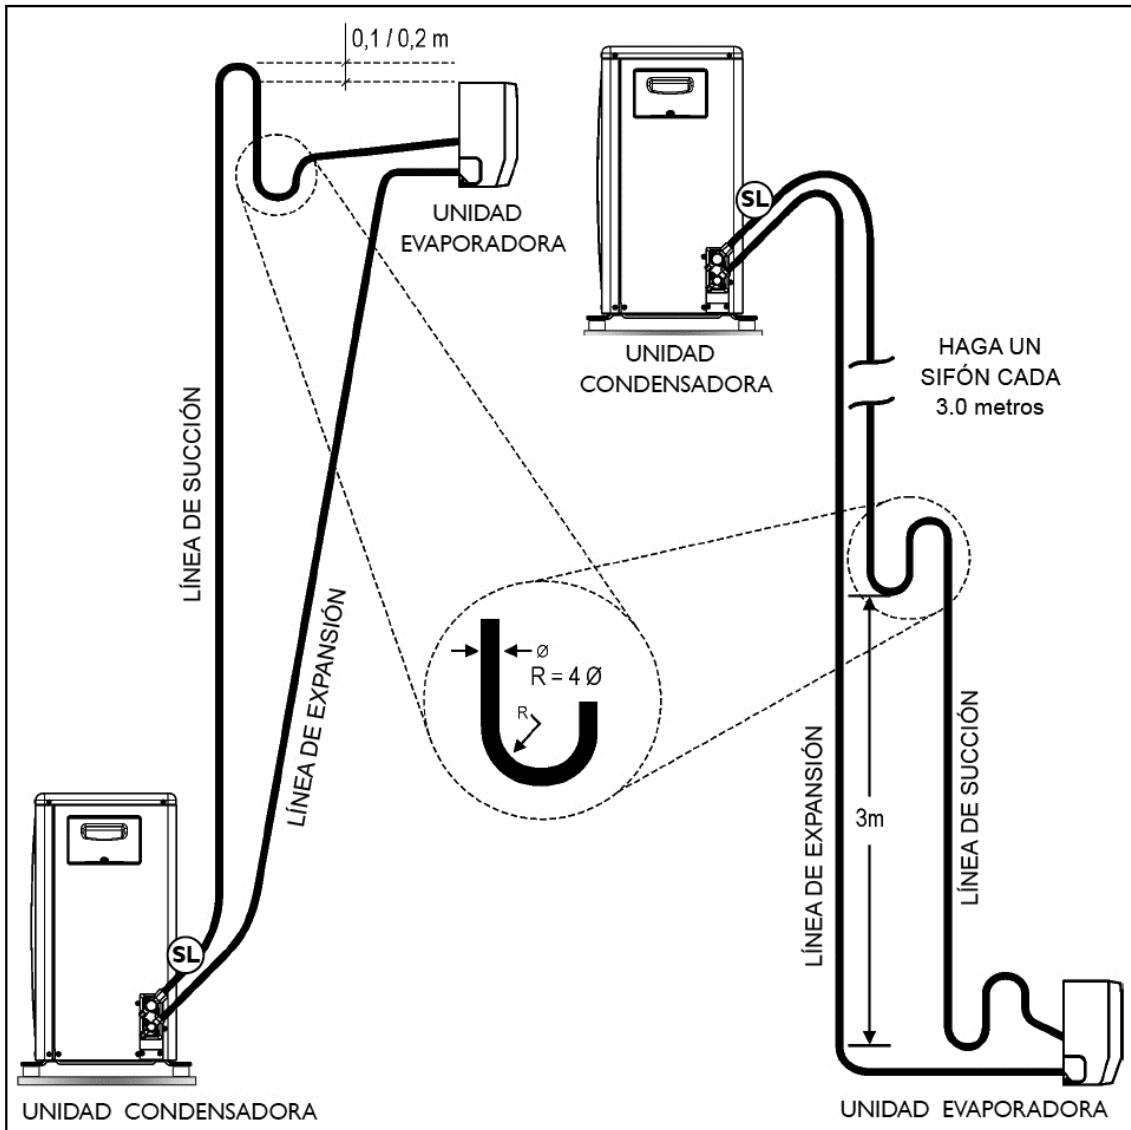

Imagen 16 – Sifones en la línea de succión
2. Eleve la línea de expansión encima de la unidad condensadora antes de trabajar con la unidad evaporadora (0.1 m para los modelos 38XP\_12 m para 38XP\_18) cuando la unidad evaporadora esté debajo de la línea condensadora (Imagen 16).
3. Eleve la línea de succión encima de la unidad condensadora antes de trabajar con la unidad evaporadora (0.1 m para los modelos 38XP\_12 m para 38XP\_18) cuando la unidad evaporadora esté debajo de la línea condensadora (Imagen 16).
5. Coloque sifones en las subidas de la línea de succión **cada 2.5 metros** para los modelo 38XP\_12 y **cada 3.0 metros** para los modelos 38XP\_18, incluyendo la base (salida de la evaporadora). En caso de que el desnivel sea menor a 3 m., haga una base (Imagen 16).
6. Incline las líneas horizontales de succión en el sentido del flujo (Imagen 16).
9. Se debe instalar un separador de líquido (aislado térmicamente y de la luz del sol, fuera de la unidad externa), en la succión, junto a la entrada de la unidad condensadora, con capacidad volumétrica de retención de líquido refrigerante, como se indica en la tabla a continuación. Vea la posición de la indicación **SL en la Imagen 16**.
- En caso de un desnivel entre 4 y 5 m entre las unidades, y si la evaporadora se encuentra en un nivel más bajo, en la tubería de succión, se debe instalar un sifón de 3 m para el desnivel (Vea Imagen 16).
- En instalaciones en donde la unidad condensadora y evaporadora estén en el mismo nivel, o si la evaporadora está en un nivel superior, después de la salida de la evaporadora, en el tubo de succión, se debe instalar un sifón seguido de una "U" invertida, cuyo nivel superior debe estar al mismo plano del punto más alto del evaporador. Debe haber una ligera inclinación en la tubería de succión en el sentido evaporadora – condensadora (Vea la Imagen 16).